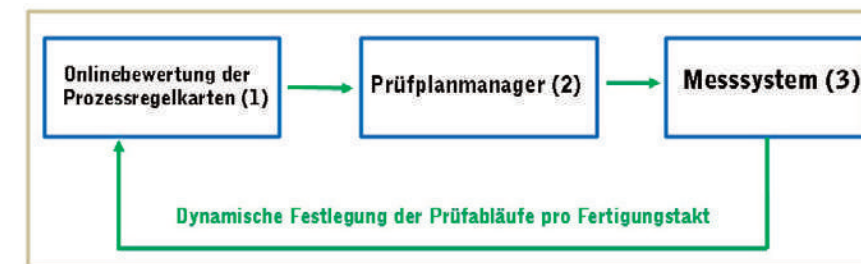

Bild 2 | Grundlegende Struktur der neuen dynamischen Messzelle.
der Investition möglich und wurde bereits erfolgreich in der Praxis erprobt. Man reduziert die Anzahl der Messroboter auf ein Drittel und programmiert im Rahmen der Inbetriebnahme pro Roboter die dreifache Menge erreichbarer Messpunkte. Im späteren Messbetrieb läuft folgende taktgebundene Prozedur ab. Durch statistische Methoden und den Einsatz von AI überwacht und bewertet die dynamische Messzelle (Bild 2) das Gesamtsystem in der Onlinebewertung der Prozessregelkarten (1) kontinuierlich die Messergebnisse und den Trend. Ein Prüfplanmanager (2) steuert die kommenden Messabläufe. 48 Messpunkte stehen pro Messroboter zur Verfügung. Wegen der begrenzten Taktzeit von nur 50 Sekunden werden 16 Messpunkte mit der höchsten Priorität ermittelt und in einer Messpunktliste dem Messsystem (3) angeboten. Damit steht fest, welche Punkte im kommenden Takt gemessen und welche ausgelassen werden. Diese Liste ist temporär dynamisch und wird für jeden kommenden Takt neu berechnet. Sie setzt sich aus folgenden typisierten Merkmalen, mit entsprechender prozentualer Häufigkeit (Prüfschärfe) der Messung, zusammen: